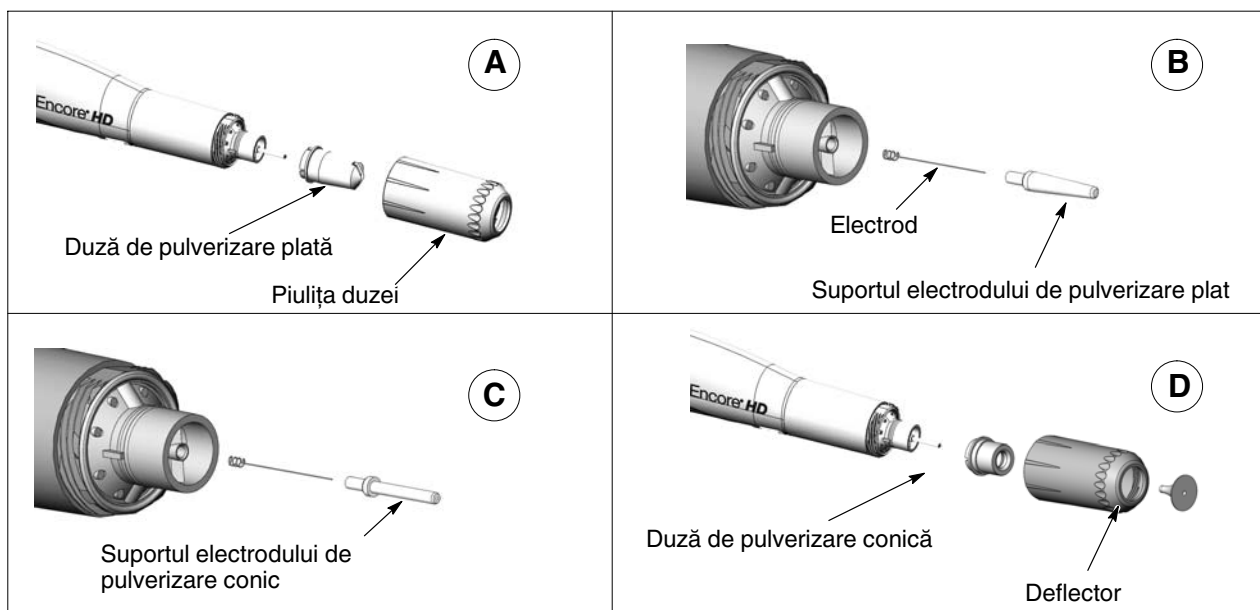

Figura 4-6 Conversia de la o duză de pulverizare plată la o duză de pulverizare conică
2. Converteți suportul electrodului și duza. Vezi Figura 4-6.